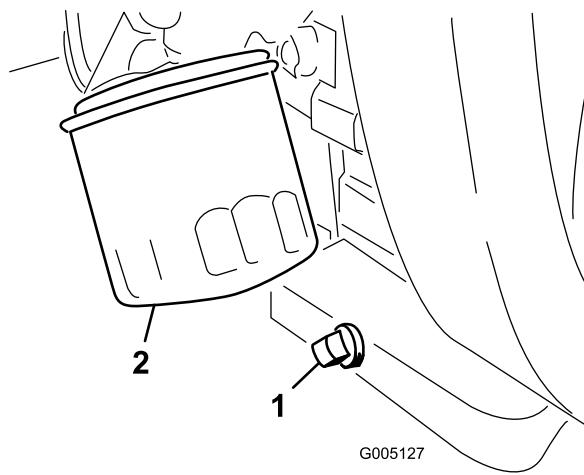

Figura 28
1. Retire el tapón de vaciado (Figura 28) y deje fluir el aceite a un recipiente apropiado. Cuando el aceite deje de fluir, coloque el tapón de vaciado.
2. Retire el filtro de aceite (Figura 28).